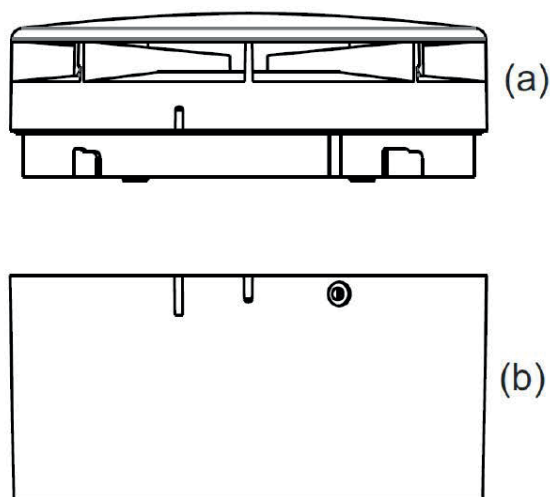

FIGURA 2
- > Collegare il connettore del contenitore superiore (Figura 2(a)) seguendo le tacche nell'immagine del contenitore inferiore (Figura 2(b)).